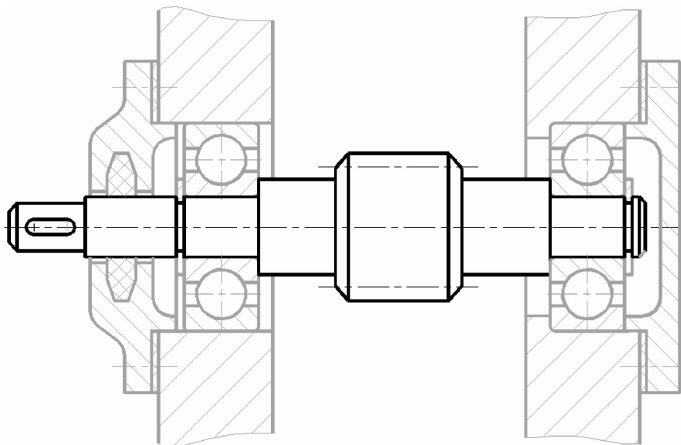

Fig. 5.35 Afișarea diferențiată a obiectelor de pe straturile izolate
6. La următorul prompt *Select objects on the layer(s) to be isolated or [Settings]*: se acționează tasta **<Enter>**. În acest moment, toate straturile, cu excepția celui care a fost izolat sunt blocate, iar obiectele de pe ele sunt afișate cu un contrast diminuat – Fig. 5.35.